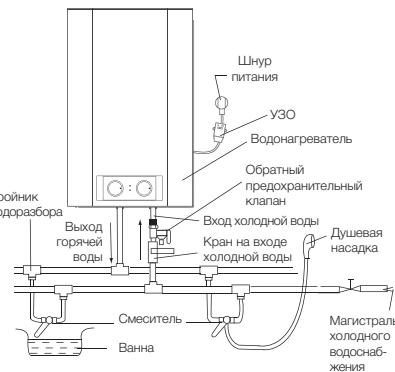

Рис. 7.
- Если необходимо реализовать многока-нальную систему водоснабжения, исполь-зуйте способ соединения (см. рис. 7 и 8).